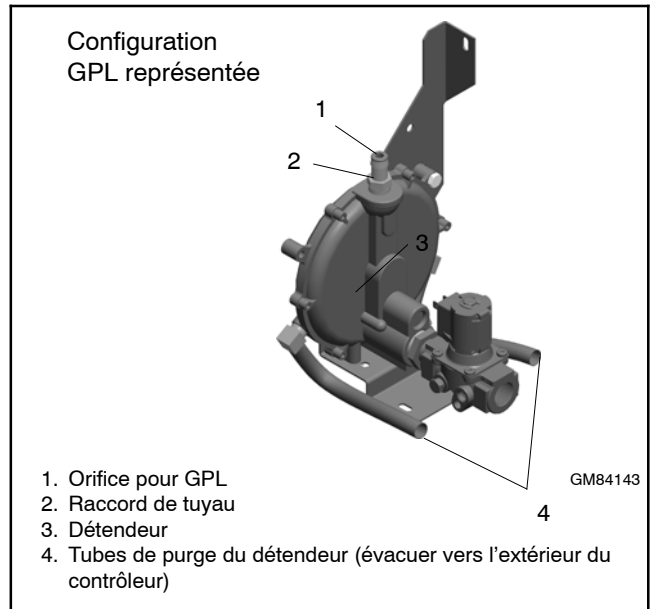

Figure 1-13 Détendeur de combustible et orifice pour GPL, 20RESA/RESAL
Pour le GPL, un insert à orifice est utilisé dans la conduite de combustible. La machine est généralement livrée dans sa configuration pour le gaz naturel, avec l'embout d'orifice inutilisé attaché près de l'électrovanne de combustible. Pour convertir au GPL, monter l'insert pour GPL comme décrit ci-dessous. Voir l'emplacement des éléments du système de combustible à la Figure 1-13.
5. Déposer le collier de serrage et détacher le tuyau de combustible du raccord. Voir Figure 1-13.
6. Visser l'insert marqué LPG dans le raccord de tuyau. Voir Figure 1-13.